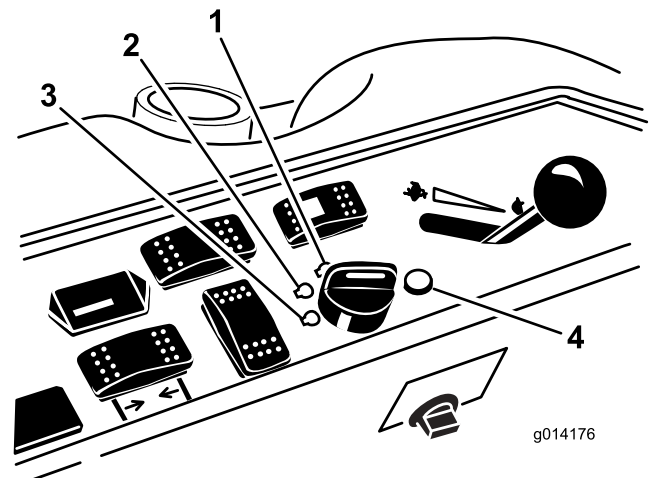

Figure 12
6. Tournez la clé de contact dans le sens horaire à la position Contact (Figure 12).
- Tournez la clé de contact à la position Arrêt (Figure 12). Attendez l'arrêt de toutes les pièces en mouvement avant de quitter la position d'utilisation.